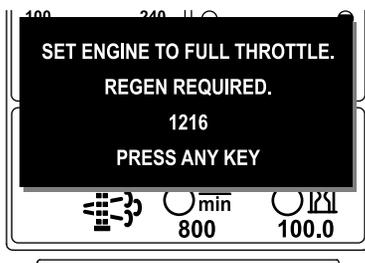

Figure 44
**Remarque:** Si la température d'échappement du moteur est trop basse, l'InfoCenter affiche ADVISORY #1216 (avis n° 186) (Figure 44) pour vous informer de régler le régime moteur à pleins gaz.